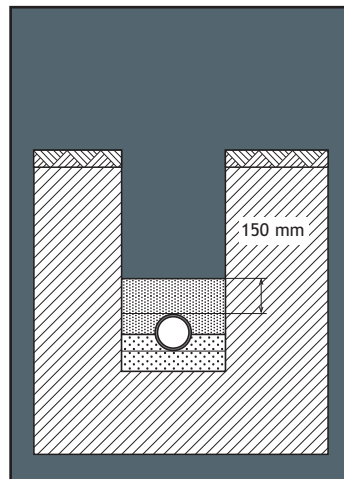

Abb. 7
c) Man kann eine maschinenverdichtete Schicht von 150 mm ergänzen, wenn das Baugerät nicht direkt auf den Rohrscheitel wirkt (Abb. 7).